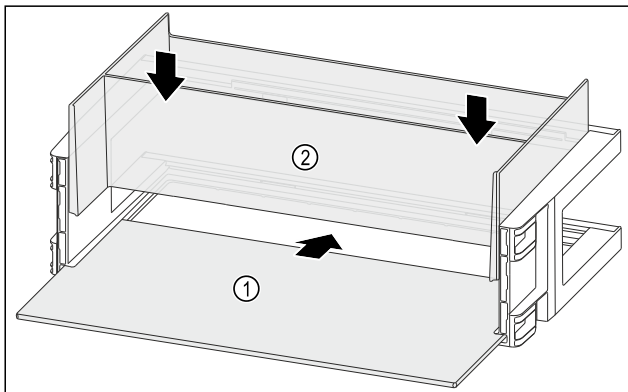

Fig. 98
- ▶ Вдвиньте съемную полку Fig. 98 (1) в боковые пазы.
- ▶ Смонтируйте органайзер Fig. 98 (2).